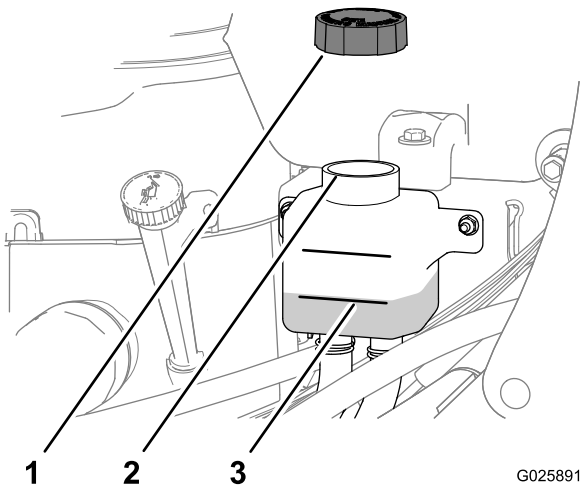

Figura 5
3. Compruebe el nivel de aceite hidráulico del depósito de expansión (Figura 5).
4. Si es necesario, añada el aceite para la transmisión especificado hasta QUE el nivel llegue a la línea FULL COLD del depósito de expansión (Figura 5).